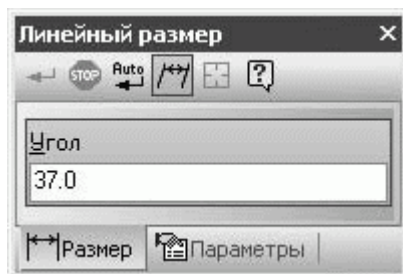

Рис. 2.49. Задание угла наклона линий-выносок
6. После фиксации размерной линии нажмите кнопку Наклонить размер  на панели специального управления. При этом на панели свойств должно отобразиться поле Угол для задания угла наклона (рис. 2.49).